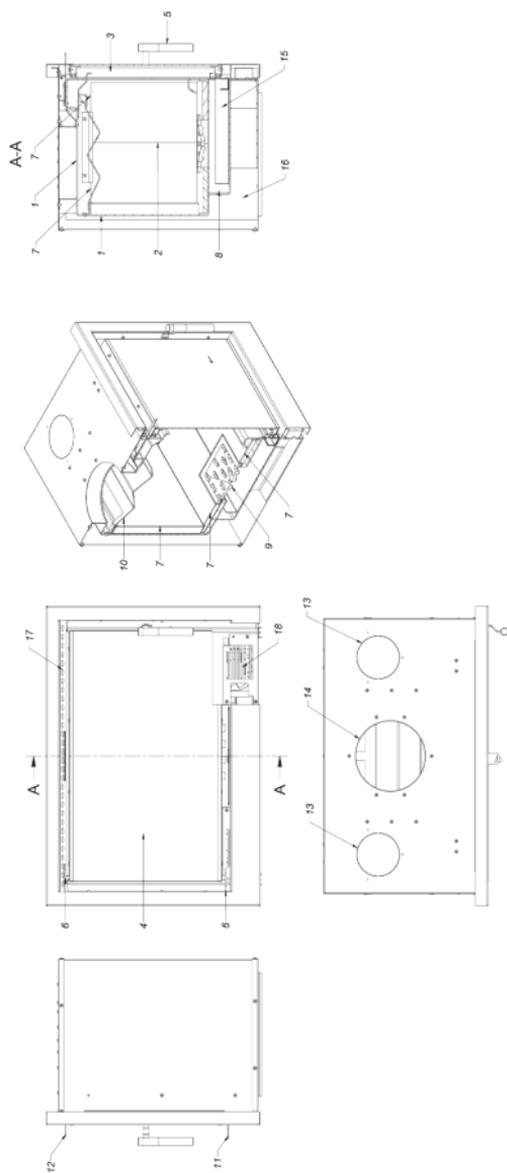

Рис. 3. Топка ARKE – конструкция
Основной частью каминной топки является стальная рубашка (1) (рис. 3), в которой находится камера сгорания (2). Передняя стенка камеры сгорания представляет собой стальную дверцу (3) с однородным термостойким стеклом (4) и ручкой (5). Дверь крепится к дверной коробке с помощью петель(6). Камера сгорания футерована Acumotte (7). Основание вставки - двухслойный пол (8), конструкция которого одновременно является воздухозаборной камерой. Забор воздуха осуществляется дроссельной заслонкой с механизмом управления (11). Над дверцей в центре устройства подачи воздуха на стекло (воздушная завеса) находится ручка дроссельной заслонки(шибера) (12). Ручка управления (11), (12), перемещенная до упора влево, означает, что подача первичного воздуха открыта, а когда ручка перемещается вправо, это означает, что воздухозаборник закрыт. Внизу печи установлена чугунная решетка (9). Отходы: зола и несгоревшее топливо собираются в съемном зольнике (15) под решеткой. Зола, оставшаяся в камере сгорания, удаляется совком и щеткой, каминным пылесосом или насадкой к промышленному пылесосу. Над камерой сгорания находится стальной дефлектор (10). Дефлектор является ограничителем потока выхлопных газов, усиливая теплообмен. При топке дымовые газы омывают стенки камеры сгорания, проходят под дефлектором и продолжают поступать в дымовую трубу (14) и проходят по каналу в дымоход. ARKE оснащена двумя вентиляторами общей мощностью 38 Вт и производительностью 280 м³/ч (18), расположенными под камерой сгорания. Холодный воздух из помещения с помощью турбин направляется вдоль нижней, задней и верхней стенок камин(16), где он нагревается, а затем выбрасывается в помещение через отверстия над дверью(17). Агрегат также имеет возможность подсоединить два канала распределения горячего воздуха к конвекционному каналу. Это соединение осуществляется через два отверстия в верхней части камин(13). Для подключения воздуховодов необходимо приобрести соответствующие соединительные элементы. Турбины питаются от сети 220 В. С внешней стороны корпуса кассеты подключается кабель с вилкой. В правом нижнем углу дверной коробки расположен трехпозиционный переключатель 1-0-2 управления турбинами: